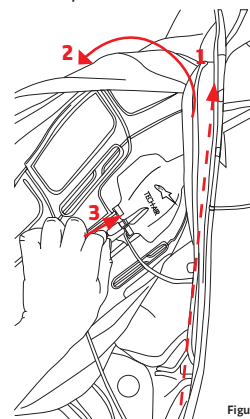

Figura 8
Tip: Cuando el sistema de airbag Tech-Air® Race se instala en un traje de cuero, puede ser más fácil de acceder al puerto Micro USB desabrochando una de las cremalleras de fijación del chaleco (1) y alzando parcialmente el chaleco hacia el exterior. (Véase figura 8).
Tip: Es más fácil poder acceder al interruptor principal (8) desabrochando primero una de las cremalleras de fijación del chaleco (1) y alzando parcialmente el chaleco del traje (véase Figura 8).